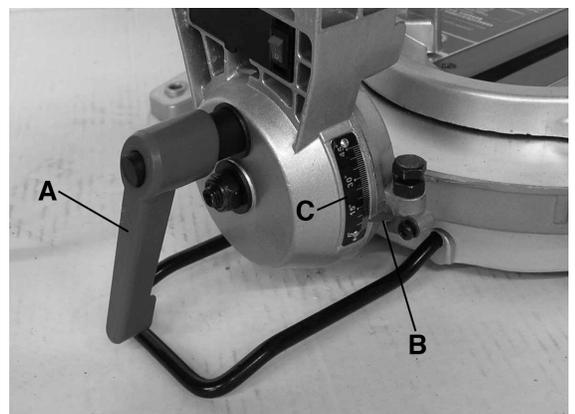

FIGURE 10
Desserrez le bouton de verrouillage pour la coupe en biseau (A) Fig.10, inclinez le bras de coupe à l'angle voulu et serrez le bouton de verrouillage (A). **AVERTISSEMENT: LE BOUTON DE VERROUILLAGE (A) DOIT ÊTRE SERRÉ LORS DE TOUTES LES OPÉRATIONS DE COUPE.**
L'angle de coupe en biseau du bras de coupe est déterminé par la position de l'indicateur (B) Fig.10, sur l'échelle (C).